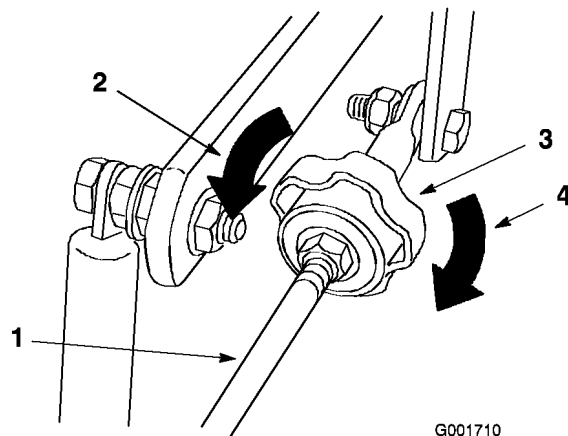

Figura 74
2. Regolate la lunghezza dell'asta della pompa facendo girare nella direzione opportuna la manopola, finché la ruota si ferma o si sposta leggermente indietro (Figura 74).